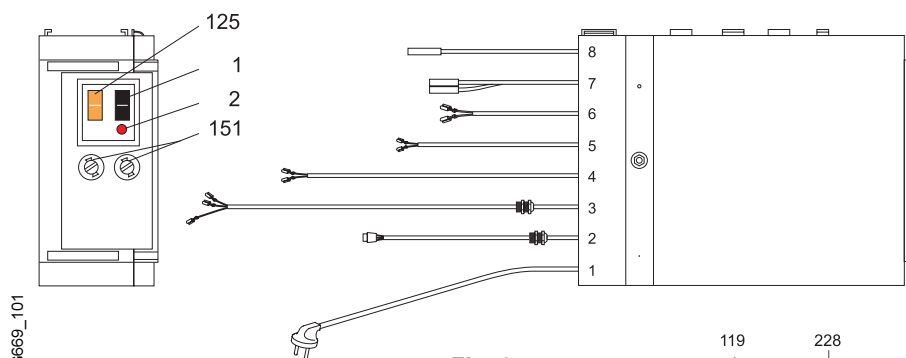

Fig. 9
Para tal basta ligar o interruptor (pos. 125, fig. 9).